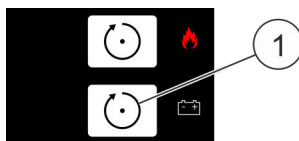

Fig. 67: Tasto [Reset EV]
**Affinché i valori determinati abbiano effetto devono essere acquisiti (tasto [Reset EV]  Fig. 67/1).**